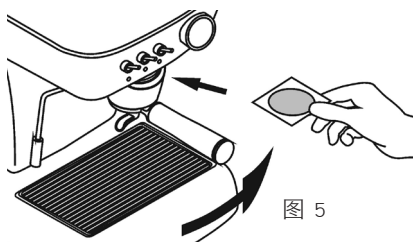

图 5
2. 将咖啡粉饼放在过滤手柄上，轻轻地向右转动，直到停止。请勿使用蛮力，封口是软的。(见图 5)。